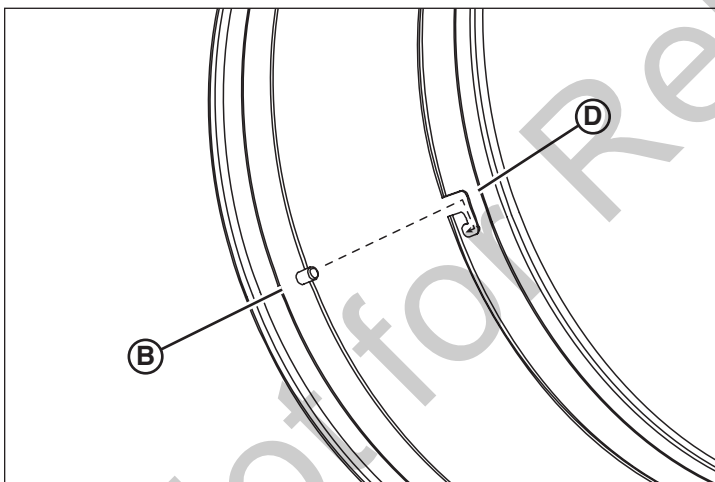

Figure 19
2. Pour fixer la conduite flexible à fermeture automatique, aligner la goupille de verrouillage et la flèche de la bande de raccord (B, Figure 19) avec une fente en J dans la bague de sortie (D). Glisser la bande de raccord à l'intérieur de la bague de sortie aussi profond que possible. Tourner la bande de raccord dans le sens antihoraire jusqu'à la fin de la fente « J », puis tirer pour verrouiller.